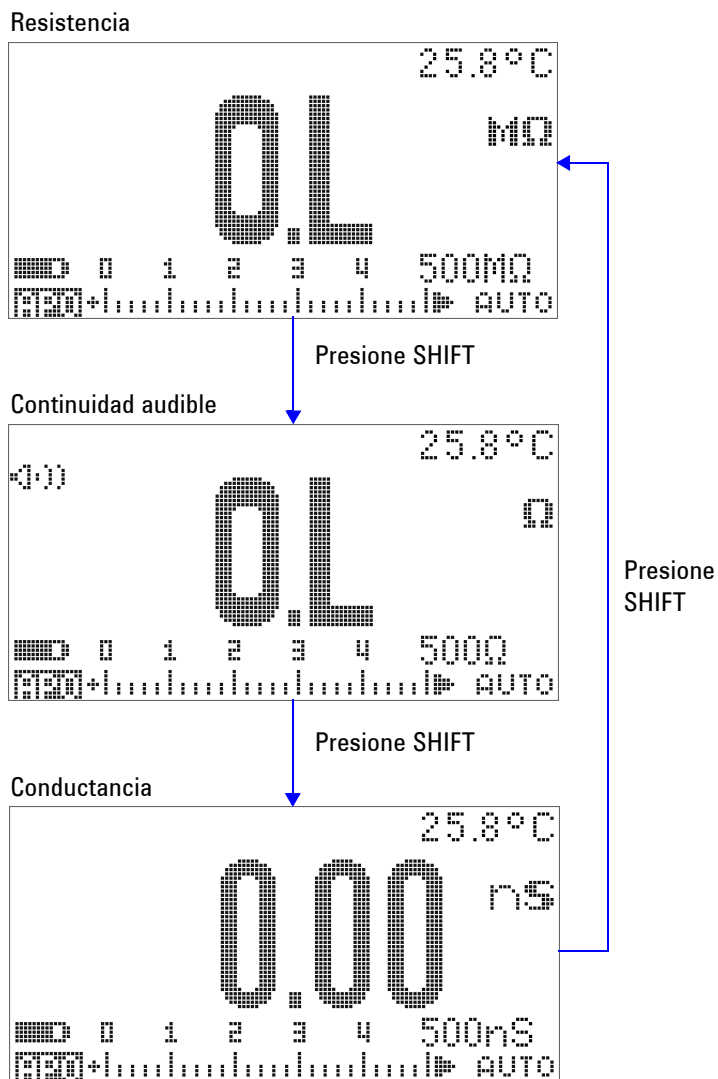

Figura 2-8 Pruebas de resistencia, continuidad audible y conductancia
- 4 Presione  para desplazarse a través de la prueba de continuidad audible ( o , dependiendo de la Configuración), medición de conductancia () y medición de resistencia (, , o ) tal como se muestra en la Figura 2-8 en la página 42.